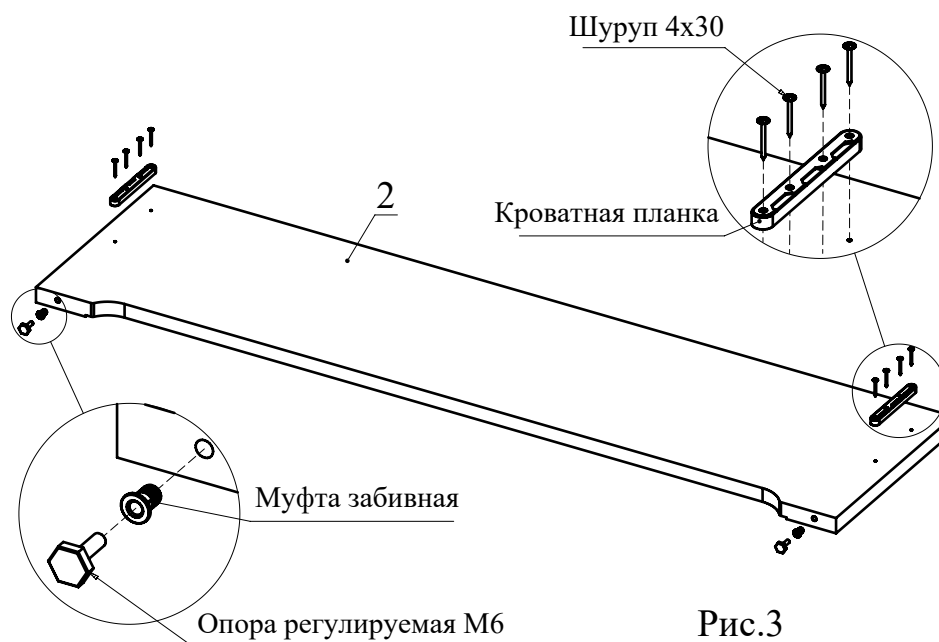

Рис.3
3. В торцевые отверстия деталей 1, 2 вбейте муфты забивные для опор. В муфты забивные вкрутите опоры регулируемые (Рис. 3, Рис. 4).
4. С помощью шурупов 4х30 прикрутите кроватные планки к детали 2 (Рис. 3).